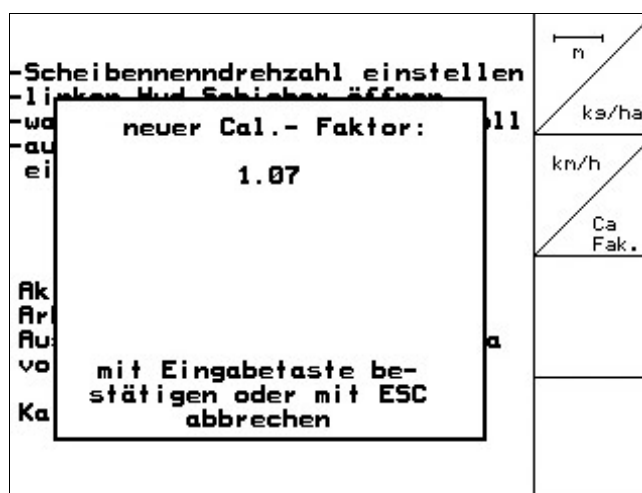

Fig. 36
- El nuevo factor de calibración es indicado y confirmado con , o desechado con (Fig. 36).